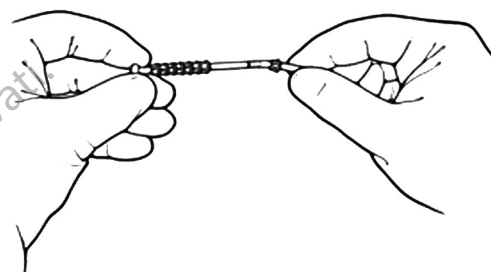

Figura 4-31. Deslice la boquilla
2. Deslice el aro de la boquilla en el tubo, asegurándose de que los dientes estén orientados hacia el extremo del tubo. (Figura 4-31)